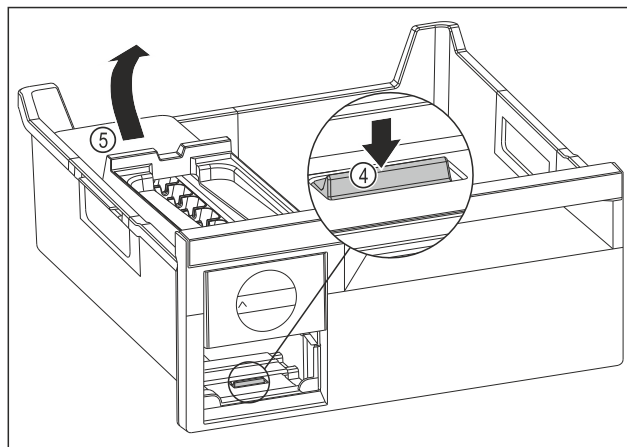

Fig. 156
- ▶ EasyTwist-Ice-Körper entnehmen: Lasche Fig. 156 (4) mit Finger nach unten drücken und gleichzeitig mit der anderen Hand den EasyTwist-Ice-Körper Fig. 156 (5) von hinten anheben.